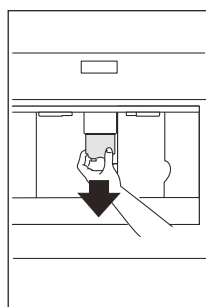

Rys. 15
- ▶ Urządzenie jest ustawione na przyrządzenie kawy o normalnym smaku. Możesz wybrać kawę bardzo łagodną, łagodną, normalną, mocną i bardzo mocną. Aby wybrać preferowaną moc kawy, naciśnij kilka razy ikonę (B4) (Rys. 15). Wyświetli się wybrany smak kawy.